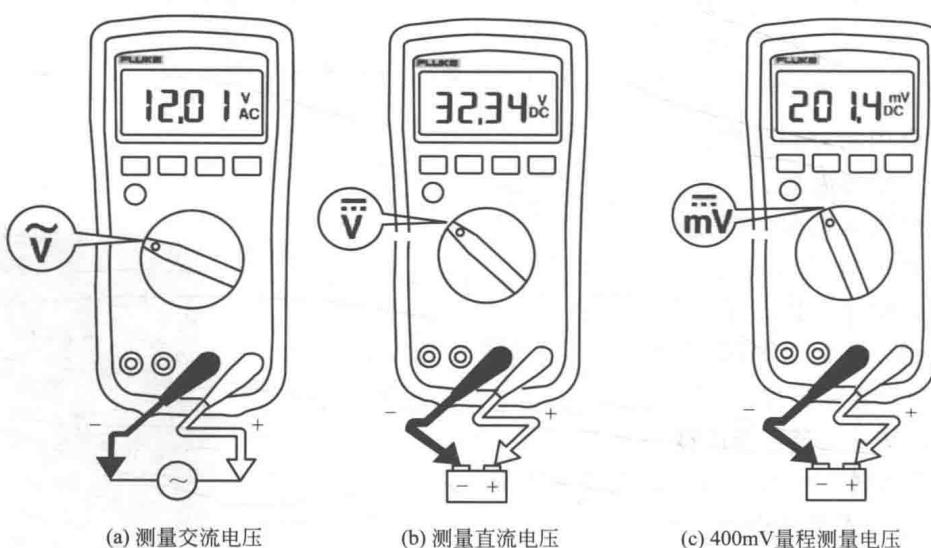

图 1.2.6 测量交流和直流电压
① 进入及退出手动量程模式的方法。
② 数据保留功能。按下 **HOLD** 键可以保留万用表当前测量读数。再按 **HOLD** 键则恢复正常操作。
③ 相对测量功能。Fluke 17B 型万用表可进行除频率外所有功能的相对测量。
④ 测量交流和直流电压。Fluke 17B 型万用表测量电压方法如图 1.2.6 所示。